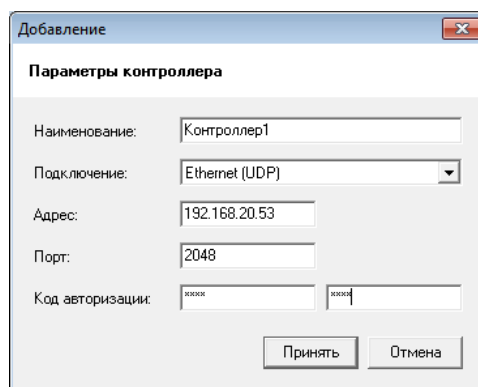

Рисунок 313 – Диалог "Добавление"
- 8.2) Либо нажмите на кнопку "Добавить", в окне "Добавление" (см. Рисунок 313) укажите тип подключения "Ethernet (UDP)", адрес контроллера, порт "2048", код авторизации "123456" и нажмите кнопку "Принять".